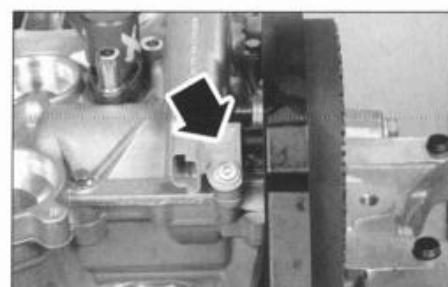

FIG. 52
- el captador de posición de eje de levas (fig. 52).